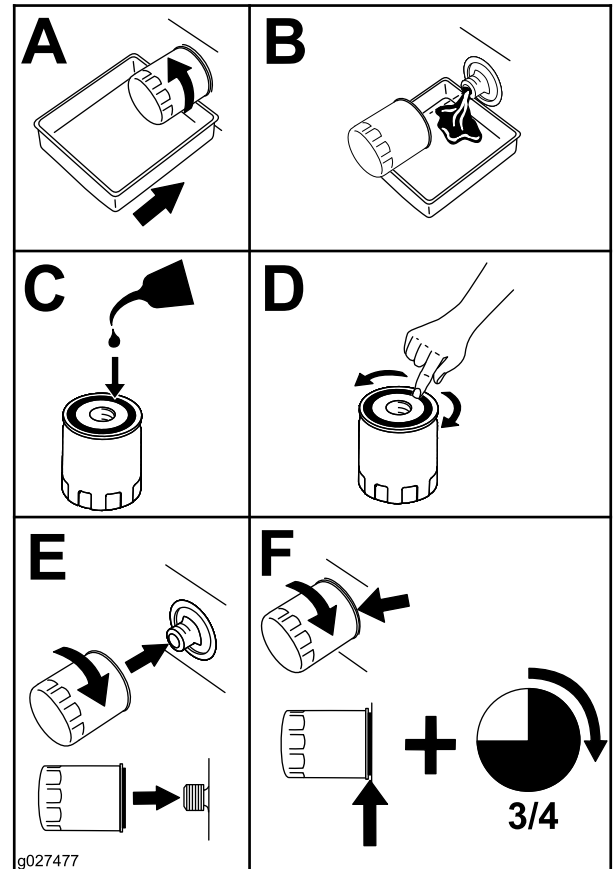

Bild 64
- Wechseln Sie den Motorölfilter (Bild 64).